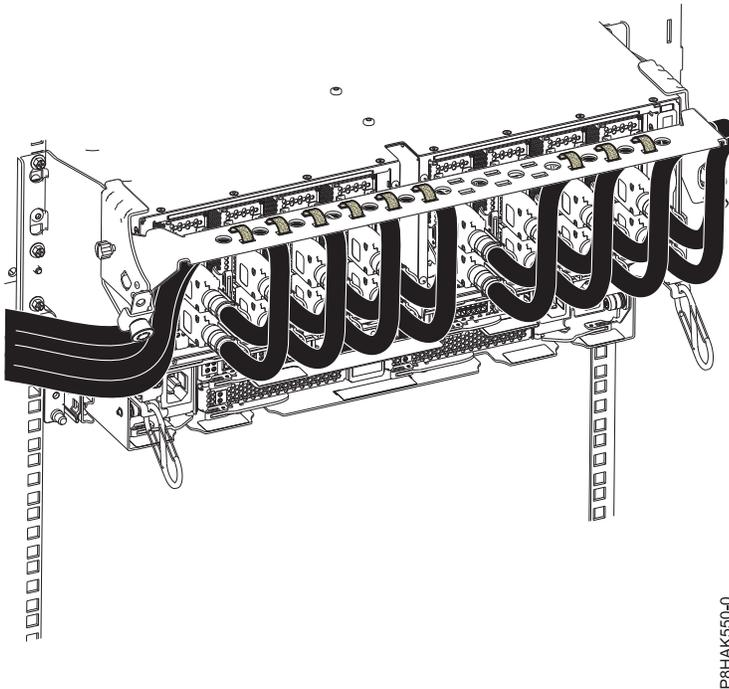

Abbildung 23. Kabel durch die Kabelführungshalterung führen
5. Führen Sie die Kabel des CXP, des Erweiterungseinschubs und der Ein-/Ausgabe (E/A) durch die Kabelführungshalterung. Siehe Abb. 23 auf Seite 24.
- f. Führen Sie das Hauptnetzteil und das Kabel mithilfe von Klettverschlüssen durch die Kabelführungshalterung, wie in Abb. 23 auf Seite 24 dargestellt.